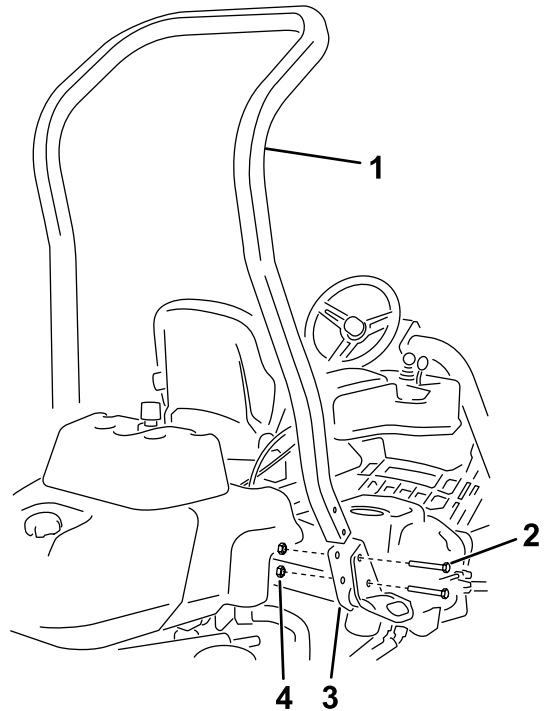

Figura 3
3. Use 4 parafusos ($\frac{1}{2} \times 3\frac{3}{4}$ pol.) e 4 porcas de flange ($\frac{1}{2}$ pol.) para instalar o santo antônio nos suportes da EPCC em cada lado da máquina, conforme mostrado na Figura 3.